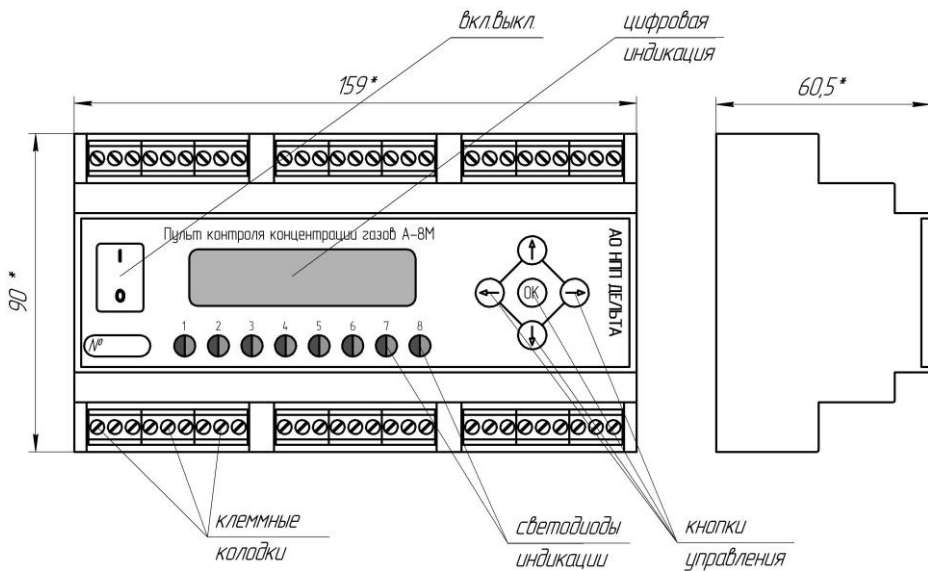

Рис. 7. Габаритные размеры пульта контроля А-8М
2.8. Пульт контроля А-8М отличается от пульта контроля А-4М только наличием 8 вместо 4 светодиодов в линейке. Клеммы всех 8-ми каналов задействованы. Габаритные размеры пульта А-8М показаны на рис.7.